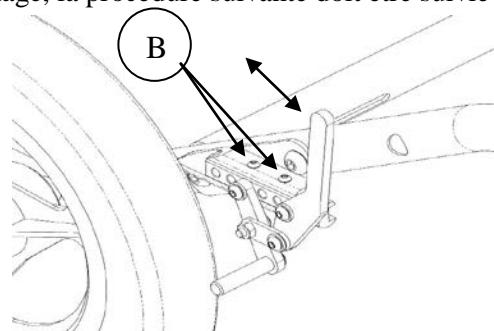

*Figure 34 – Emplacement du système de frein*
1. Déterminer la position des freins (figure 34):